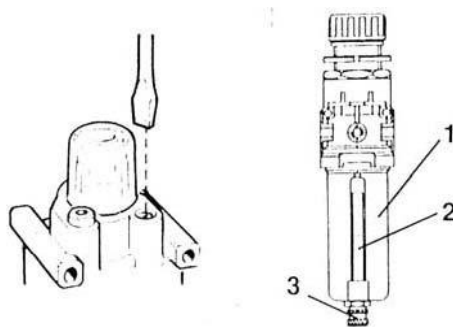

Рис. 10
капля масла. При необходимости отрегулируйте подачу масла с помощью Регулировочного винта (рис. 10)
8) Проверяйте уровень воды в водоотделителе (рис. 10). Уровень не должен заходить за красную метку на смотровом стекле. При необходимости сливайте воду, повернув запорное кольцо (рис. 10, 3) по часовой стрелке.
9) Каждые 30-40 дней отключайте станок от пневмосети, отвинчивайте стакан (рис. 10, 1), чтобы удалить накопившие отложения.